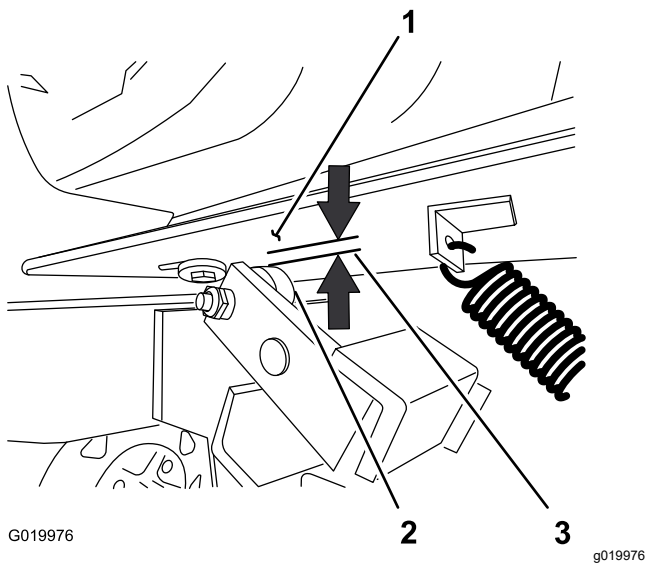

Figura 64
5. Mida la holgura entre la chapa del motor y el rodillo del embrague (Figura 64).